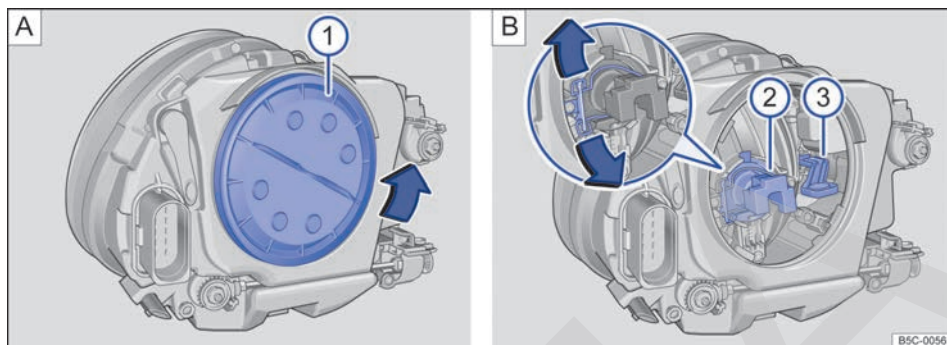

Fig. 181 En el vano motor: ① tapa del faro izquierdo, ② luz de cruce y luz de carretera, ③ luz de posición y luz diurna independiente.
10.	Bloquee los estribos → fig. 181 B) en el sentido contrario al de la flecha correspondiente. Compruebe la fijación correcta tirando levemente.
11.	Coloque la tapa de plástico A) ① en el faro y gírela en el sentido de las agujas del reloj (en el sentido contrario al de la flecha), hasta el tope.